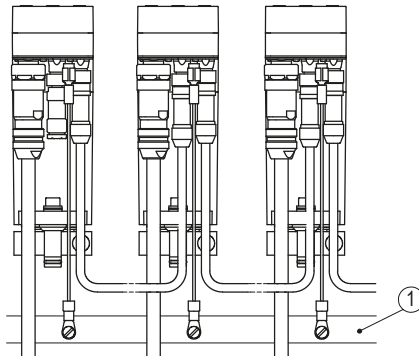

Abb. 7: PE-Schiene
Zum Schutz vor Störungen müssen die Schirme der Signalleitungen und Netzleitung beidseitig angeschlossen werden. Potentialunterschiede führen zu unzulässigen Strömen auf dem Schirm. Den PE Anschluss ④ zwischen den Anschlusssteckern auf das Schutzleiterpotential legen (siehe **Abb. 6**). Verwenden Sie dazu 6.3 mm Flachstecker mit kurzer Litze 2.5 ... 4 mm² (nicht im Lieferumfang). Bei mehreren Stellantrieben wird empfohlen die Erdung auf eine PE-Schiene ① anzuschließen (siehe **Abb. 7**).